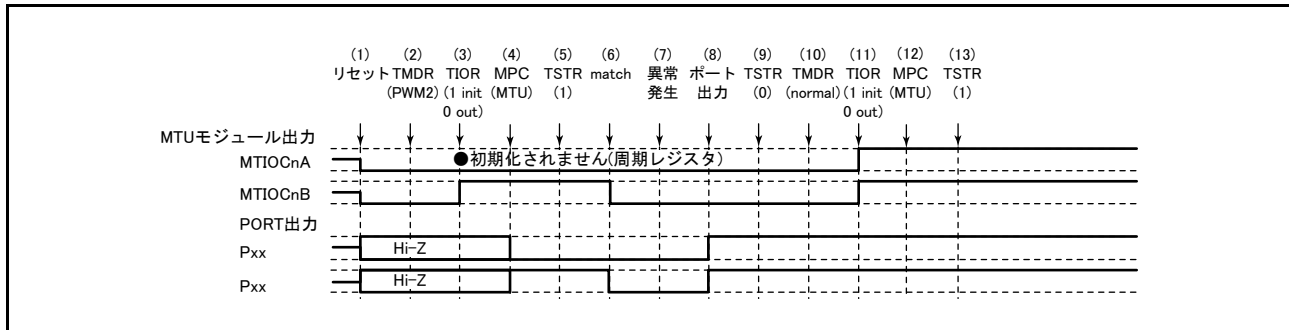

図 22.157 PWM モード 2 で異常が発生し、ノーマルモードで復帰する場合
PWM モード 2 で異常が発生し、再設定後ノーマルモードで再スタートする場合の説明図を図 22.157 に示します。
(1) ~ (9) は図 22.157 と共通です。
(10) PWM モード 1 を設定します。
(11) TIOR レジスタで端子を初期化してください (PWM モード 1 では MTIOcxB (MTIOcxD) 端子に波形が出力されません。出力すべきレベルがある場合は、I/O ポートのポート方向レジスタ (PDR)、ポート出力データレジスタ (PODR) で汎用出力ポートの設定をしてください)。
(12) MPC と I/O ポートのポートモードレジスタ (PMR) で MTU 出力としてください。
(13) TSTR レジスタで再スタートします。
(15) PWM モード 2 で動作中に異常が発生し、PWM モード 2 で再スタートする場合の動作
(10) PWM モード 2 で再スタートする場合には必要ありません。
(11) TIOR レジスタで端子を初期化してください (PWM モード 2 では周期レジスタの端子に波形が出力されません。出力すべきレベルがある場合は、I/O ポートのポート方向レジスタ (PDR)、ポート出力データレジスタ (PODR) で汎用出力ポートの設定をしてください)。
(16) PWM モード 2 で動作中に異常が発生し、位相計数モードで再スタートする場合の動作
(17) 位相計数モードで動作中に異常が発生し、ノーマルモードで再スタートする場合の動作